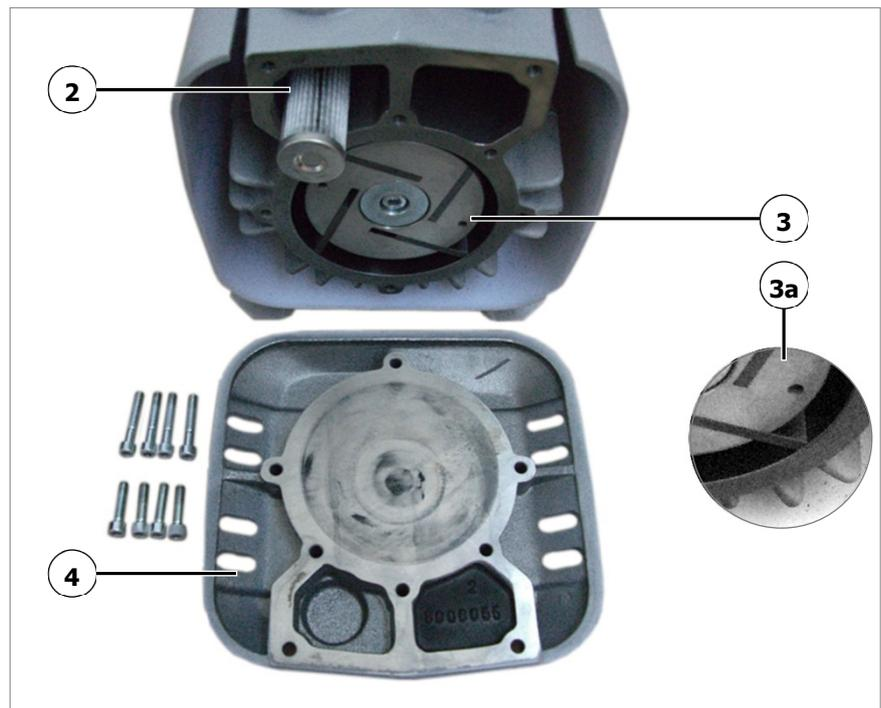
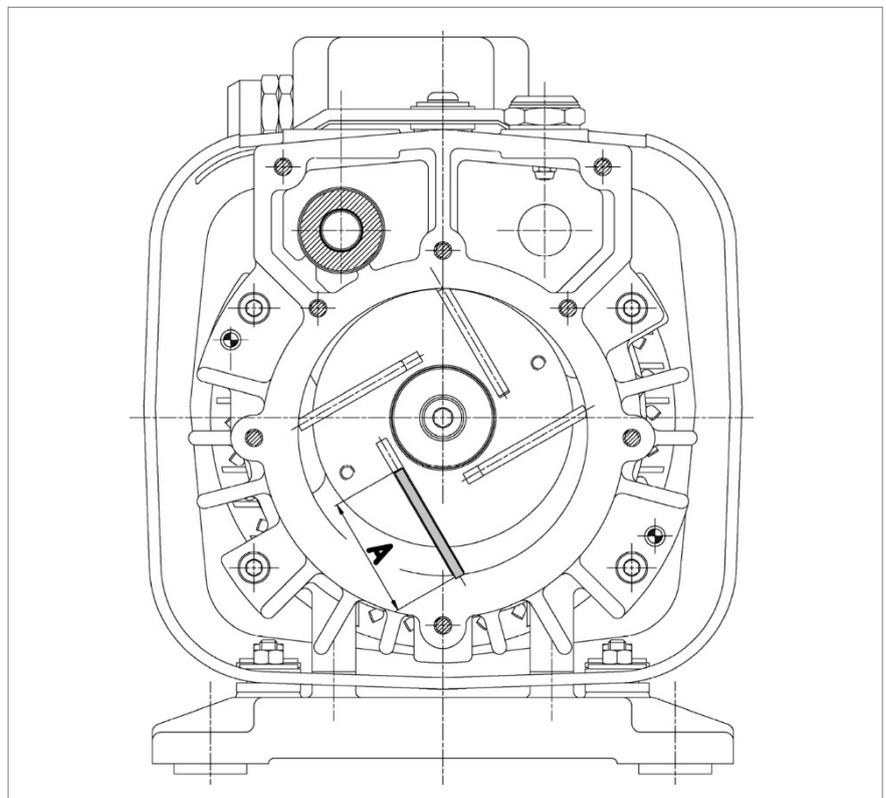

Abb. 8 Gehäuse geöffnet
Abb. 9 Lamellen Mindestmaß A
- Filterpatrone herausnehmen, Abb. 8 Pos. 2,
- Lamellen zur Überprüfung entnehmen, Abb. 8 Pos. 3,
Die schräge Seite der Lamelle muss nach außen zeigen und die Schräge in Drehrichtung muss mit dem Verlauf der Gehäusebohrung übereinstimmen, siehe Detail Abb. 8, Pos. 3a und Abb. 9.